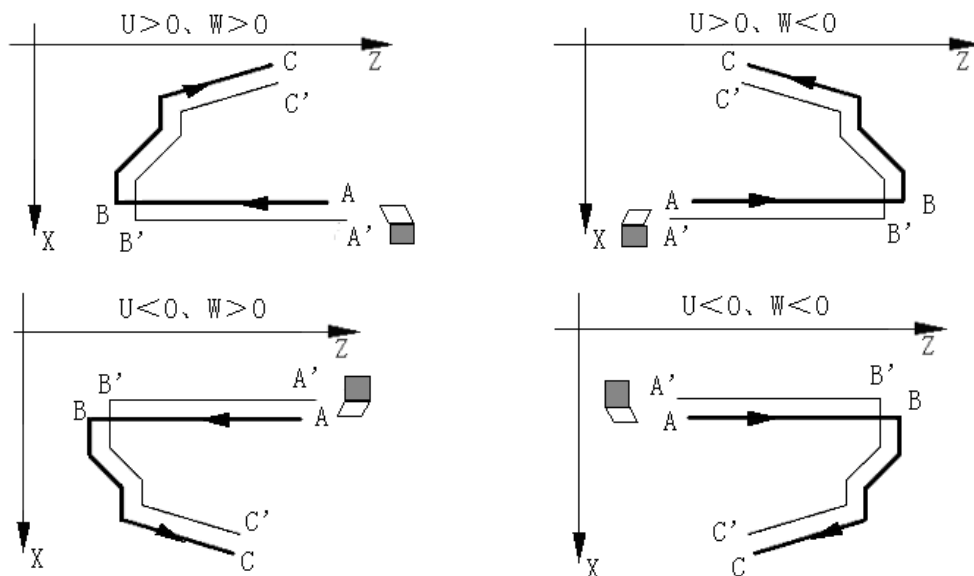

图 4-43
- 3) 留粗车余量时坐标偏移方向：指令①的 U、W 反应了精车时坐标偏移和切入方向，按 U、W 的符号有四种不同组合，见图 4-43，图中：B→C 为精车轨迹，B'→C'为粗车轮廓，A 为起刀点。